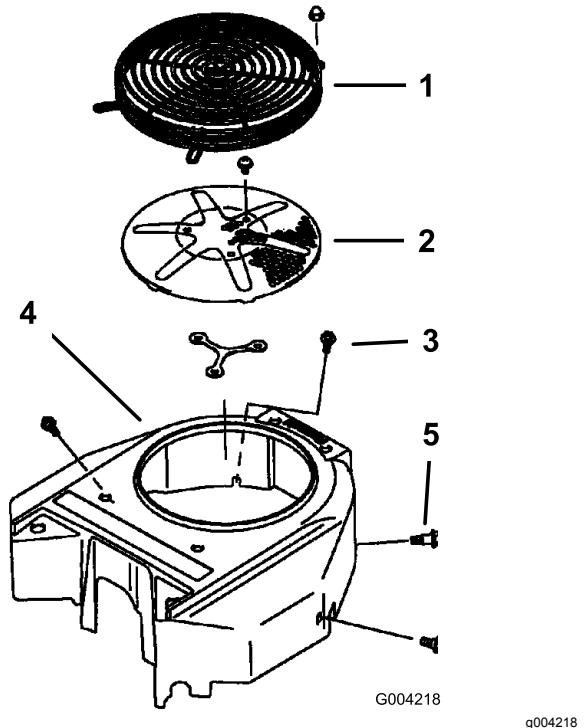

Figure 71
3. Déposez la grille d'entrée d'air, le lanceur et le carter du ventilateur (Figure 71).
5. Remettez la grille d'entrée d'air, le lanceur et le carter du ventilateur (Figure 71).